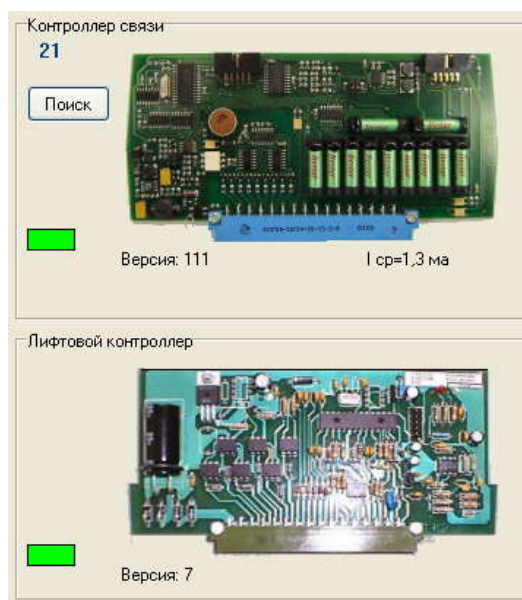

Рисунок 32 – Программа "LTest" обнаружила контроллер связи и лифта
2.3. Нажать кнопку **Поиск** (рисунок 32), расположенную в главном окне программы на панели **Контроллер связи**. Как только контроллер связи будет обнаружен изображения контроллеров связи и лифта станут цветными (рисунок 32) и изображение будет соответствовать найденной версии (КЛ или КЛН). Если изображение контроллера лифта не стало цветным, то это означает, что у контроллера лифта неисправен последовательный интерфейс.